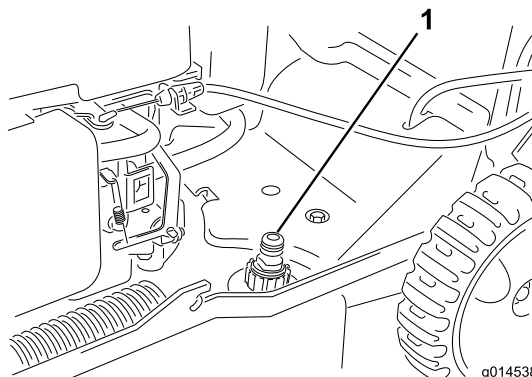

Figure 21
3. Branchez un tuyau d'arrosage, relié à une arrivée d'eau, au raccord de lavage (Figure 21).